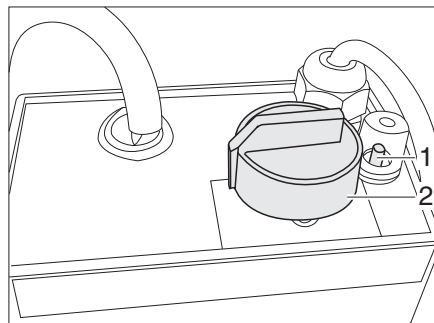

Bild 307 Regler für elektrische Fußbodenerwärmung/Betterwärmung
- Den Drehregler (Bild 307,2) auf die gewünschte Heizstufe drehen.
- Den Drehregler (Bild 307,2) auf Stellung "0" drehen.
Wenn der Regler überlastet wird, spricht der Überlastungsschutz an. Der Stift (Bild 307,1) springt heraus.
- Den Stift (Bild 307,1) am Überlastungsschutz eindrücken, wenn der Regler abgekühlt ist.